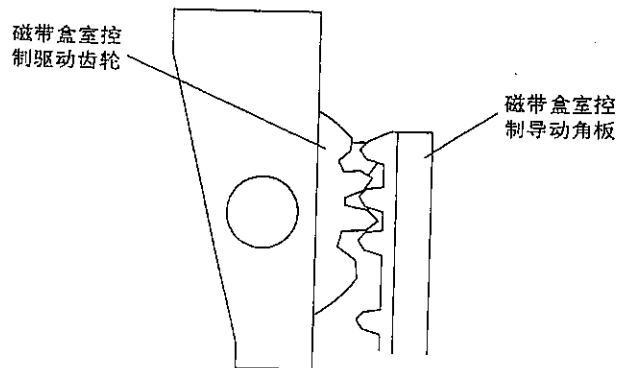

图4-2
1. 安装盒室控制机构前，短接工作电路印刷电路板上的TP5005与TP5006之间，然后，插入电源引线插头，盒室控制机构驱动齿轮开始转动。机芯底盘窗口处正好看见大齿转时转动停止。按图4-2所示，盒室控制机构驱动齿轮的第二齿条与盒室控制机构驱动角板的第三齿条啮合，以便调整机芯底盘上的盒室控制机构位置。